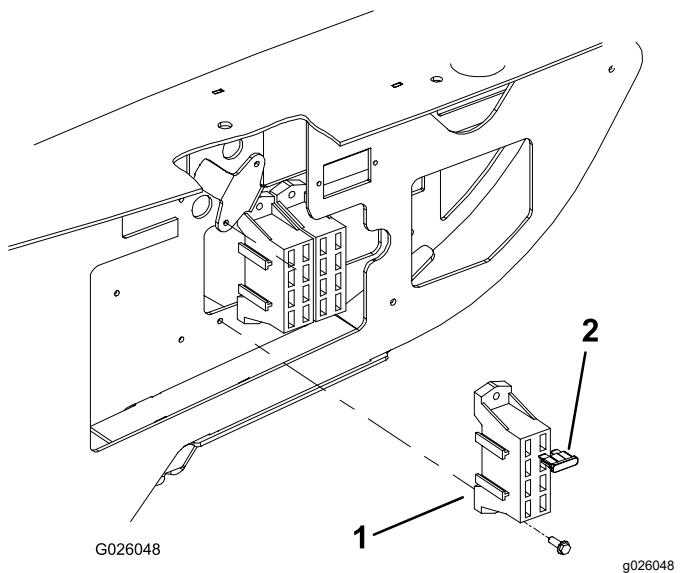

Figura 3
2. Monte o bloco de fusíveis junto ao bloco de fusíveis existente com dois parafusos #8 x 1/2 pol. (Figura 3).